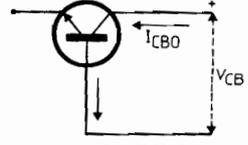

FIGURE 4
– Courant  $I_{CBO}$  (fig. 4) entre collecteur et base, émetteur « en l'air ». Il est de quelques microampères pour les transistors au silicium (BC 107,  $I_{CBO} < 15 \mu\text{A}$ ).